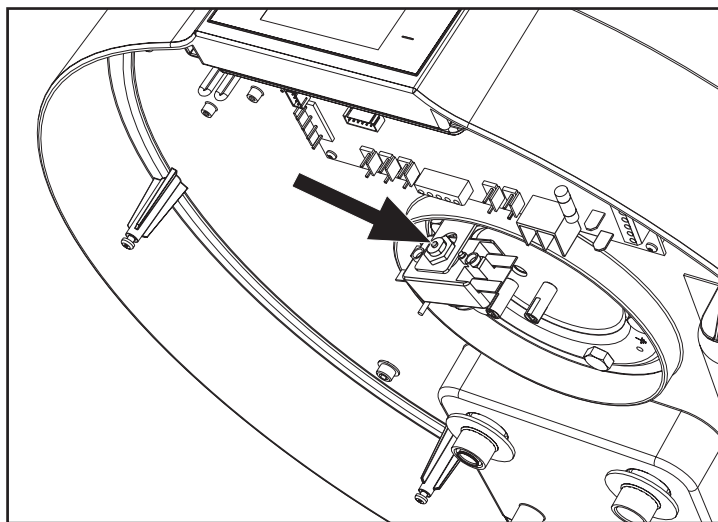

fig. 41 Réinitialisation du thermostat de sécurité
- Retirez le panneau avant et réinitialisez manuellement le thermostat de sécurité déclenché (fig. 41). En cas d'intervention, la broche centrale du thermostat sort d'environ 2 mm.